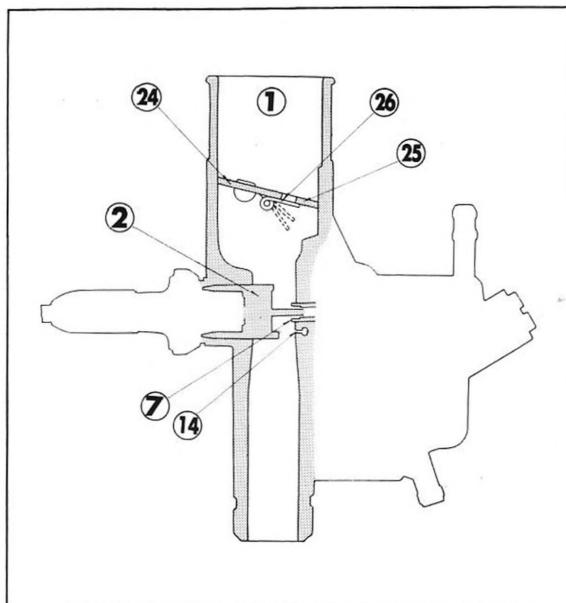

Figure 1-17
Le volet d'air ④ peut être complètement fermé tant que le moteur n'est pas chaud, et complètement ouvert quand il est chaud (figure 1-17).